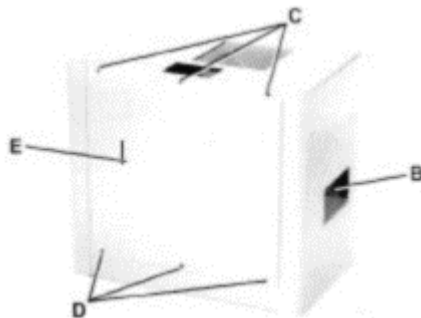

Рис. 3 Сборка фуговального станка на станине
1. Разгрузочный конец фуговального станка будет располагаться сбоку от станины с лотком для сбора пыли и отходов (В), Рис. 3.
2. Удалите три винта (С), Рис. 3, и ослабьте три винта (D). Снимите заднюю панель (Е) со станины, подняв панель вверх.